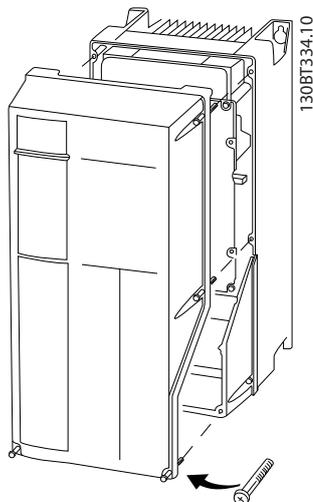

Abbildung 2.10 Zugang zu den Steuerklemmen in den Gehäusen A4, A5, B1, B2, C1 und C2
- Entfernen Sie alternativ die Frontabdeckung durch Lösen der Befestigungsschrauben. Siehe *Abbildung 2.10*.